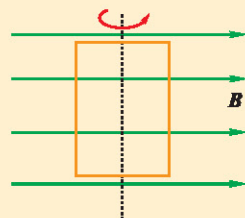

图 2-1-9
1. 如图 2-1-9 所示, 一线圈在匀强磁场中匀速转动, 经过图示位置时( )。